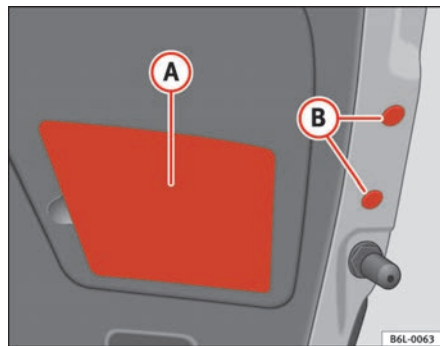

Abb. 163 Rücklicht an der Heckklappe
- Die Stopfen **(B)** und die Kunststoffabdeckung **(A)** ⇒ Abb. 163 anbringen. ▶